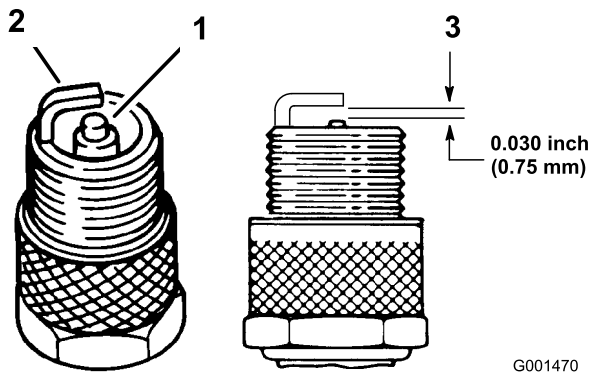

Figura 40
1. Mire la parte central de la bujía (Figura 40). Si se observa un color gris o marrón claro en el aislante, el motor está funcionando correctamente. Si el aislante aparece de color negro, significa que el limpiador de aire está sucio.
3. Compruebe la separación entre los electrodos central y lateral (Figura 40). Si la distancia no es correcta, doble el electrodo lateral (Figura 40).
3. Conecte el cable de la bujía (Figura 40).